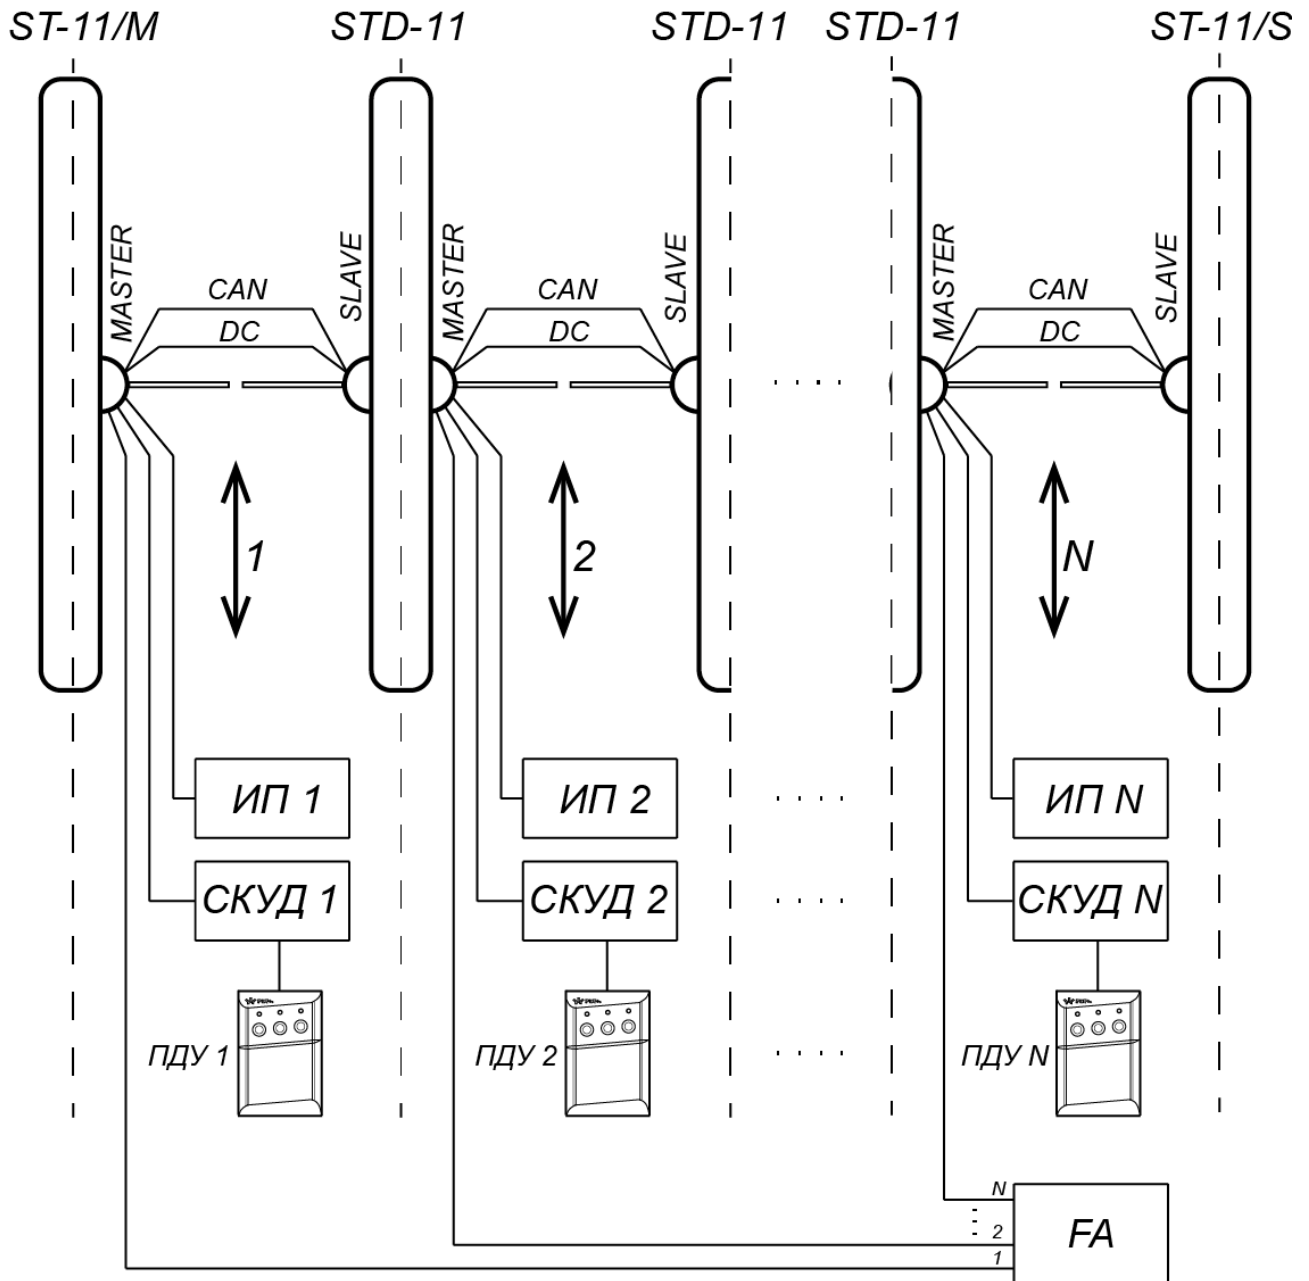
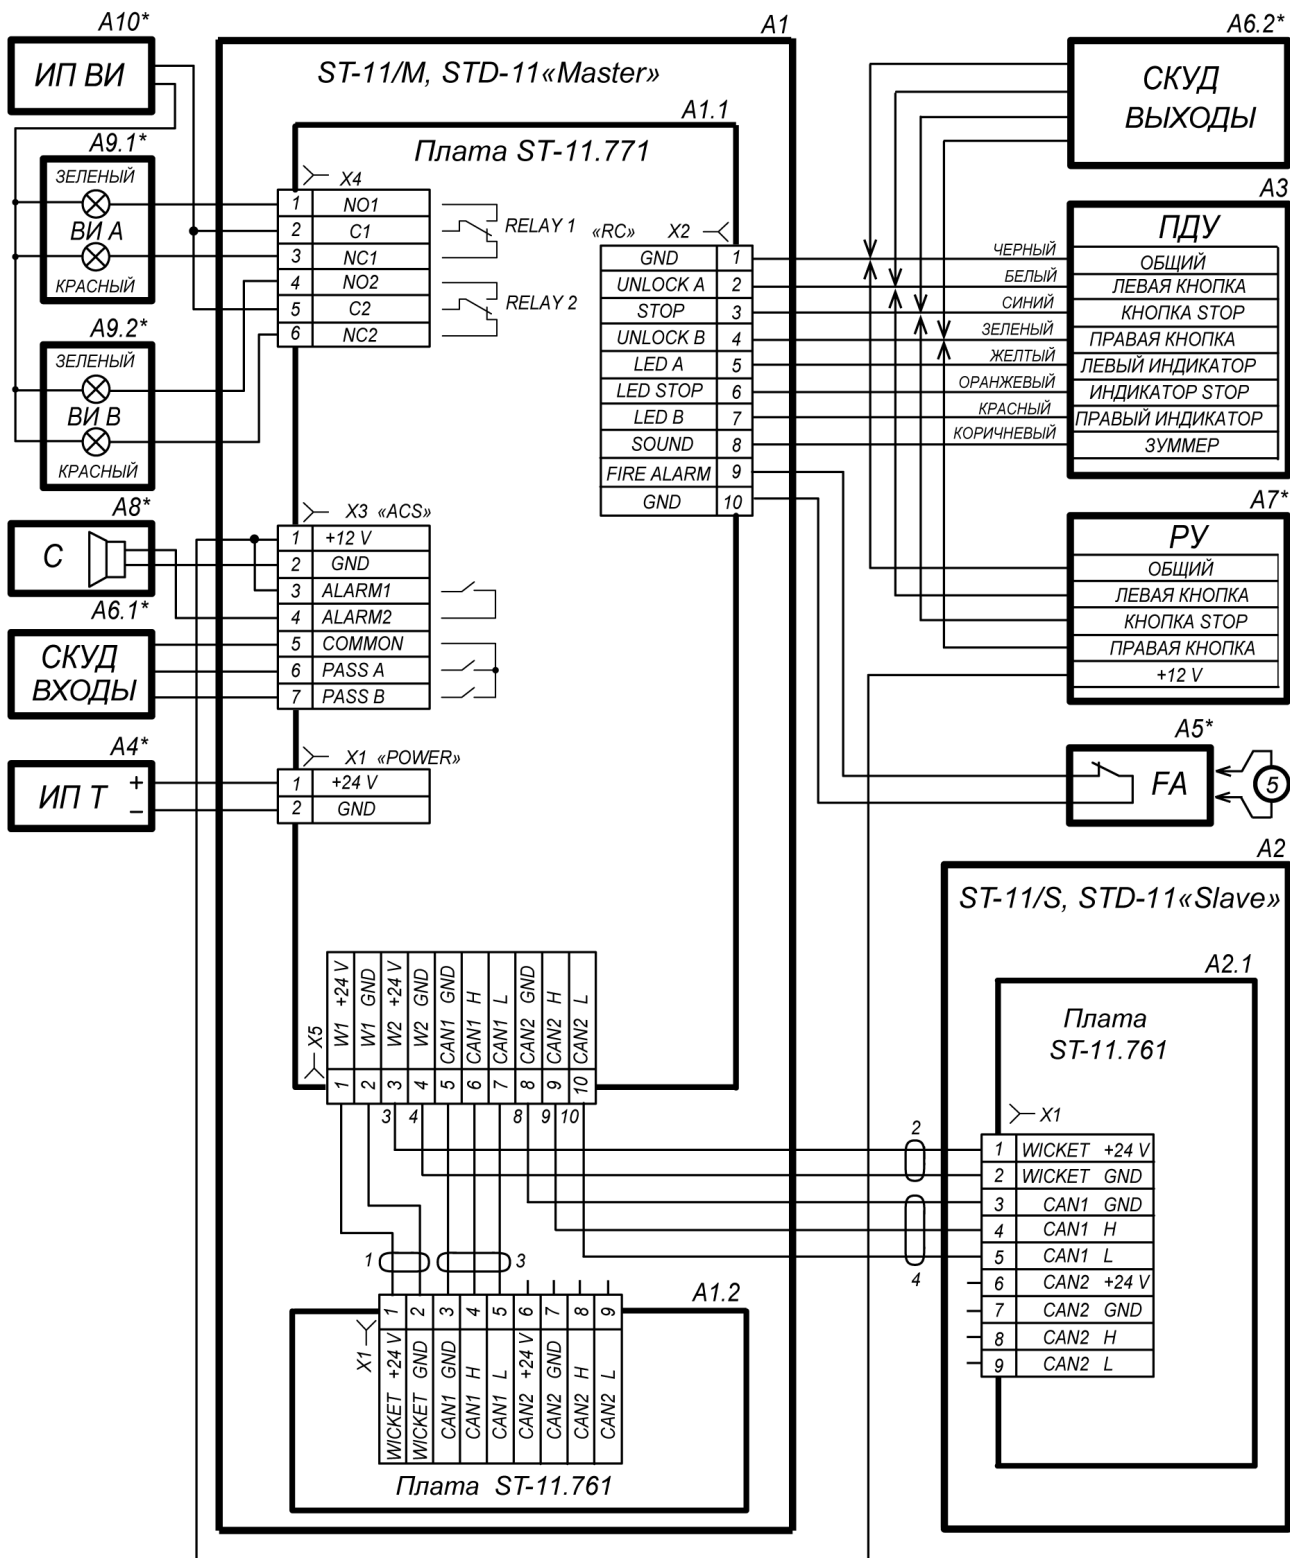

Рисунок 17. Схема соединений турникета PERCo-ST-11 и двусторонних секций PERCo-STD-11 для организации проходной с несколькими зонами прохода
Рисунок 18. Схема электрических соединений турникета¹
Содержание монтажных операций дано с учетом рекомендаций, приведенных в разд. 8.1. Оборудование и инструменты, необходимые при монтаже, перечислены в разд. 8.2. Номера позиций указаны в соответствии с рис. 6 и 7. Схема электрических соединений турникета приведена на рис. 18. Типы кабелей, используемых при монтаже, перечислены в табл. 5. На рис. 17 приведен пример схемы соединений турникета и двусторонних секций при организации проходной с несколькими зонами прохода.
Если нет возможности использовать способ протяжки кабелей кондуктором, при необходимости кабели DC и CAN можно проложить сразу, до начала установки секций. Данные кабели находятся в центральной стойке секции (стороны секции) *Slave* внизу под кожухом. Для этого необходимо распаковать секцию *Slave*, снять кожух с центральной стойки (см. рис. 19), вынуть кабели DC и CAN и отсоединить их от платы управления приводом. На концах жил кабелей имеются маркеры с номерами, соответствующими схеме соединений (рис. 18).
14. Через отверстие для ввода кабелей в основании центральной стойки двухсторонней секции (со стороны *Master*) введите внутрь стойки кабели для управления второй зоной прохода: от ИП, от ПДУ или контроллера СКУД, от устройства *Fire Alarm* и дополнительного оборудования, а также кабели DC (16) и CAN (17) от секции (стороны секции) *Slave* или же кондуктор для их протяжки.
20. Подключите кабели к плате управления первой зоны прохода согласно схеме электрических соединений турникета (см. рис. 9 и рис. 18). Плата расположена в нижней части центральной стойки секции *Master*.
Соединительные кабели DC (на схеме №2) и CAN (№4) подключаются к клеммным колодкам **X5** платы управления секции *Master* и **X1** платы привода секции *Slave* в соответствии с маркировкой их жил (см. рис. 18).